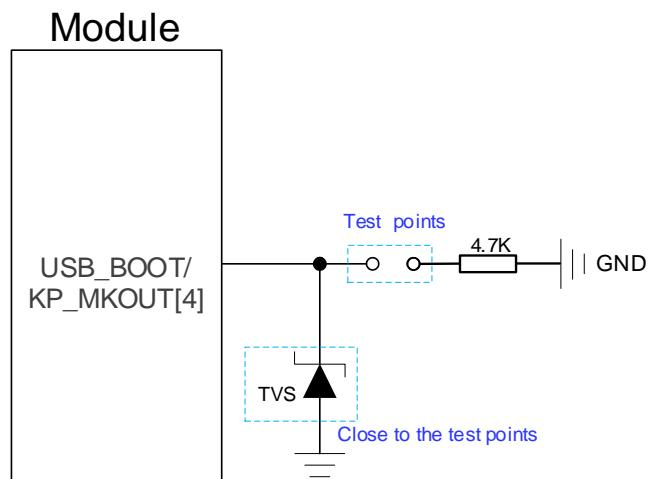

图 15: **USB\_BOOT** 参考设计图
2. 使用 MCU 控制模块进入强制下载模式时需按照如上时序图进行控制，手动强制下载方式按照图 15 所示短接测试点即可。